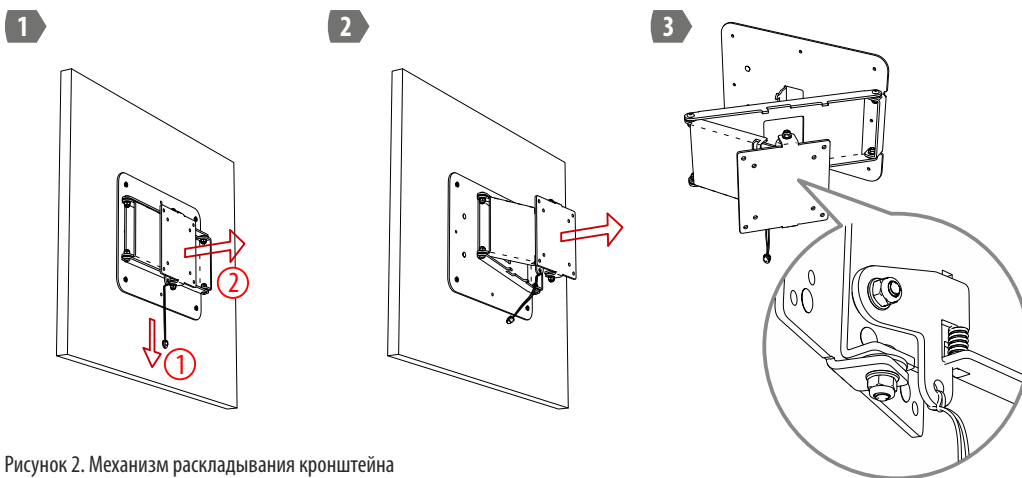

Рисунок 2. Механизм раскладывания кронштейна
4. Разложите штангу держателя телевизора (монитора) для удобства навески телевизора или монитора. Для этого следует потянуть вниз за шнурок с наконечником, а затем потянуть пластину держателя на себя. (см. рис. 2).